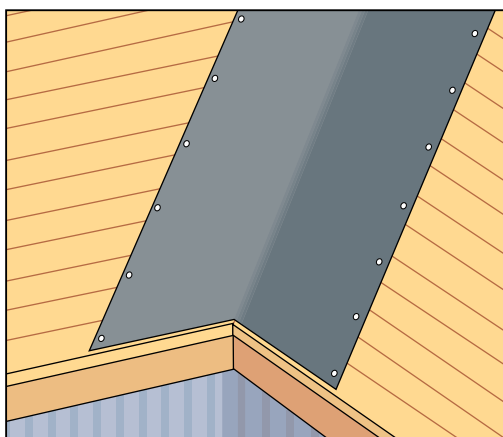

Bild 2
- Montera först underlaget parallellt med rännalden (bild 2). Spika båda kanter med 20 cm mellanrum.